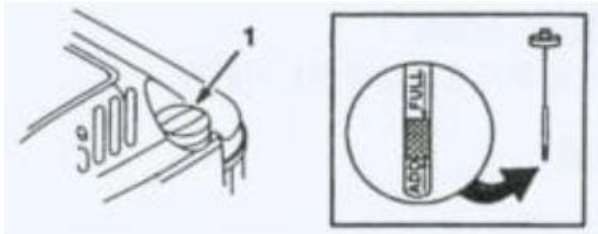

Figura 3 (1: Varilla medidora)
3. Desenrosque la cala de aceite y límpiela con un paño. (Figura 3)